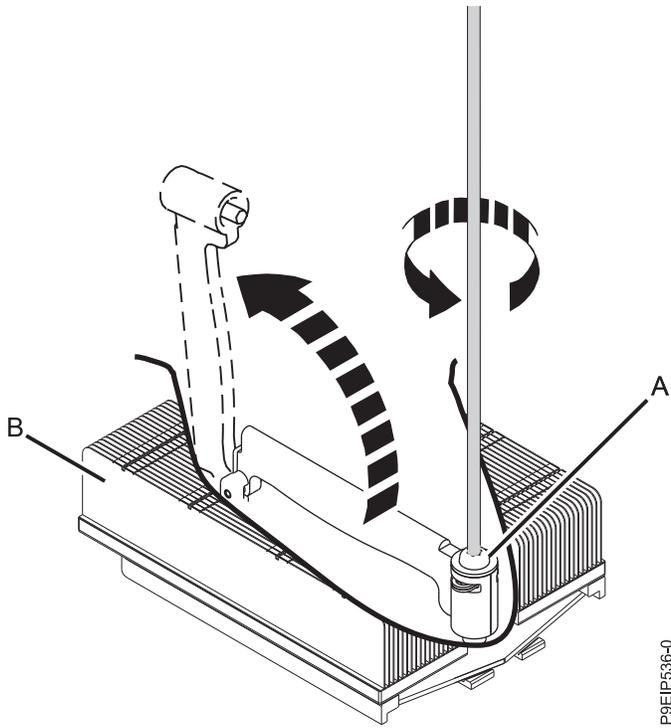

Figura 55. Aflojar el tornillo del brazo de carga del dissipador térmico
4. Afloje el tornillo del brazo de carga **(A)** del disipador térmico **(B)** que está extrayendo con un destornillador de estrella nº3. El brazo de carga gira en la dirección que se muestra en la Figura 55 en la página 58.